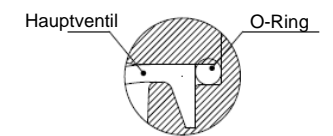

Abbildung 11. O-Ring-Position
- Stellen Sie nach dem Einbau sicher, dass der O-Ring vollständig in der Nut sitzt (siehe Abb. 11). Wenn der O-Ring aus der Nut herausgefallen ist, kann dies zu externen Leckagen oder Fehlfunktionen führen.